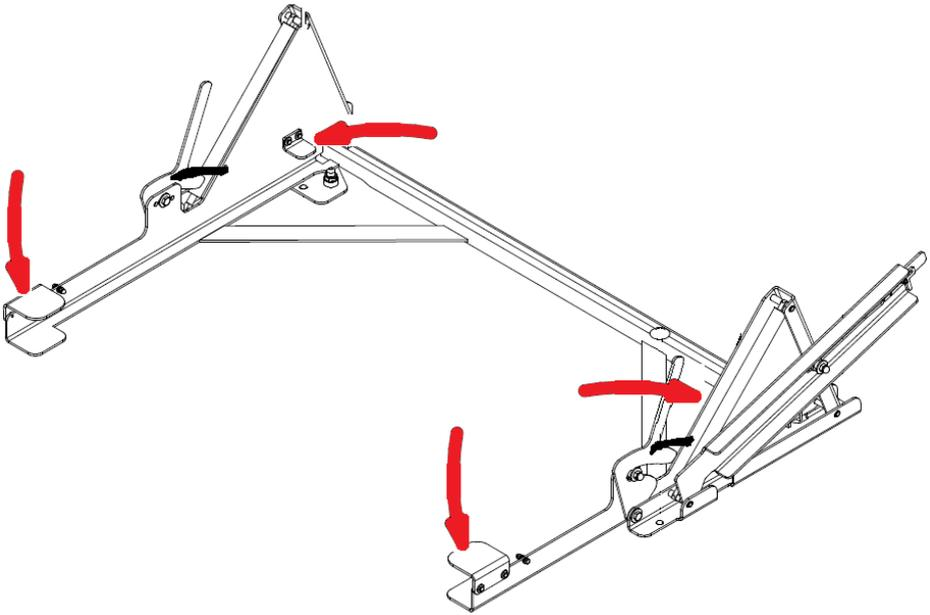

Abbildung 7. Elemente zum Abschrauben
2. Schrauben Sie auf der Abbildung 7 markierten Konstruktionsbegrenzer für die Wägeplattform-Hebevorrichtung ab.